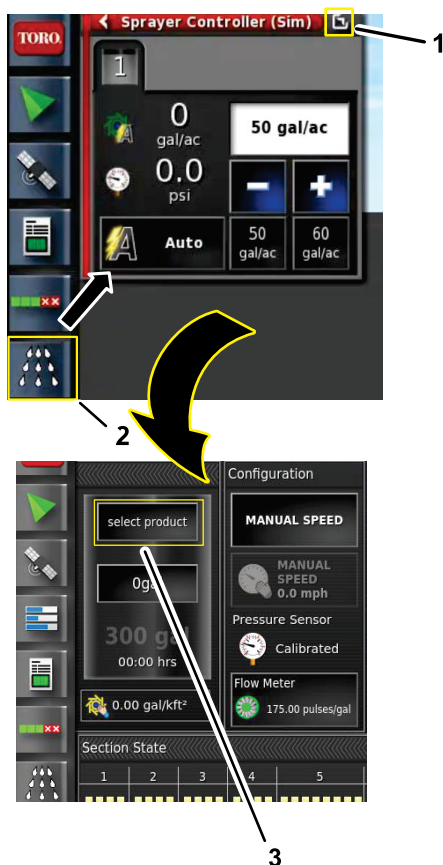

Figura 115
2. Premete l'icona CONTROLLER DELL'IRRORATRICE e premete l'icona Espansione della vista nel pannello del controller dell'irroratrice (Figura 115).
3. Premete l'icona CONFIGURAZIONE PRODOTTO (Figura 115).